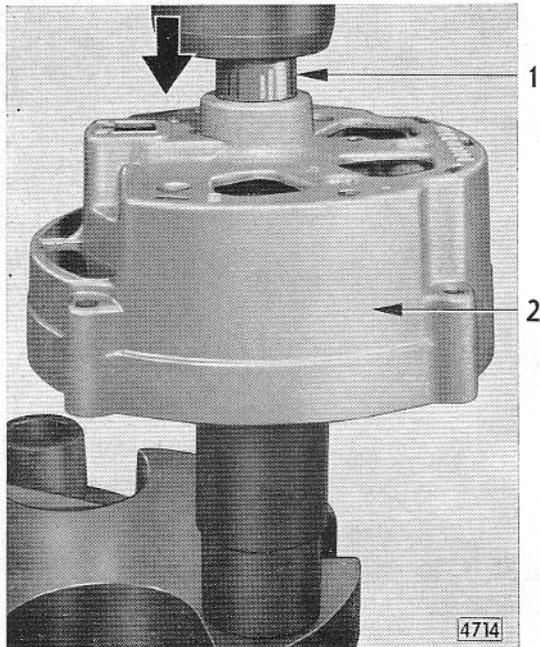

Bild D 50 - Nadellager einpressen
2. Hinteres Nadellager einpressen (Bild D 50). Beim Einpressen des Nadellagers darauf achten, daß dieses nicht verkantet und nur so weit eingepreßt wird, daß es mit dem Gehäuse bündig ist. Lager ersetzen, wenn Fettvorrat aufgebraucht ist. **Lager nicht nachschmieren.**